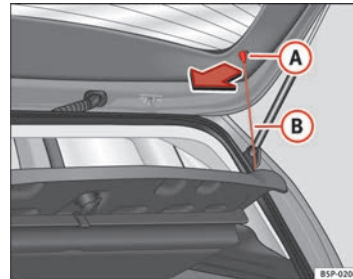

Abb. 122 Hutablage
- Hängen Sie die Streben ⇒ Abb. 122 **B** aus den Aufnahmen **A** aus. ▶